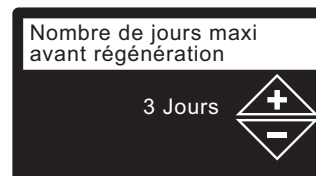

FIG. 28
13. **MAX. DE JOURS AVANT RÉGÉNÉRATION** Appuyez sur le bouton HAUT (▲) ou BAS (▼) pour définir le nombre de jours avant chaque régénération automatique (cf. Figure 28). La plage de réglage de cette fonction est 1 - 99 jours.